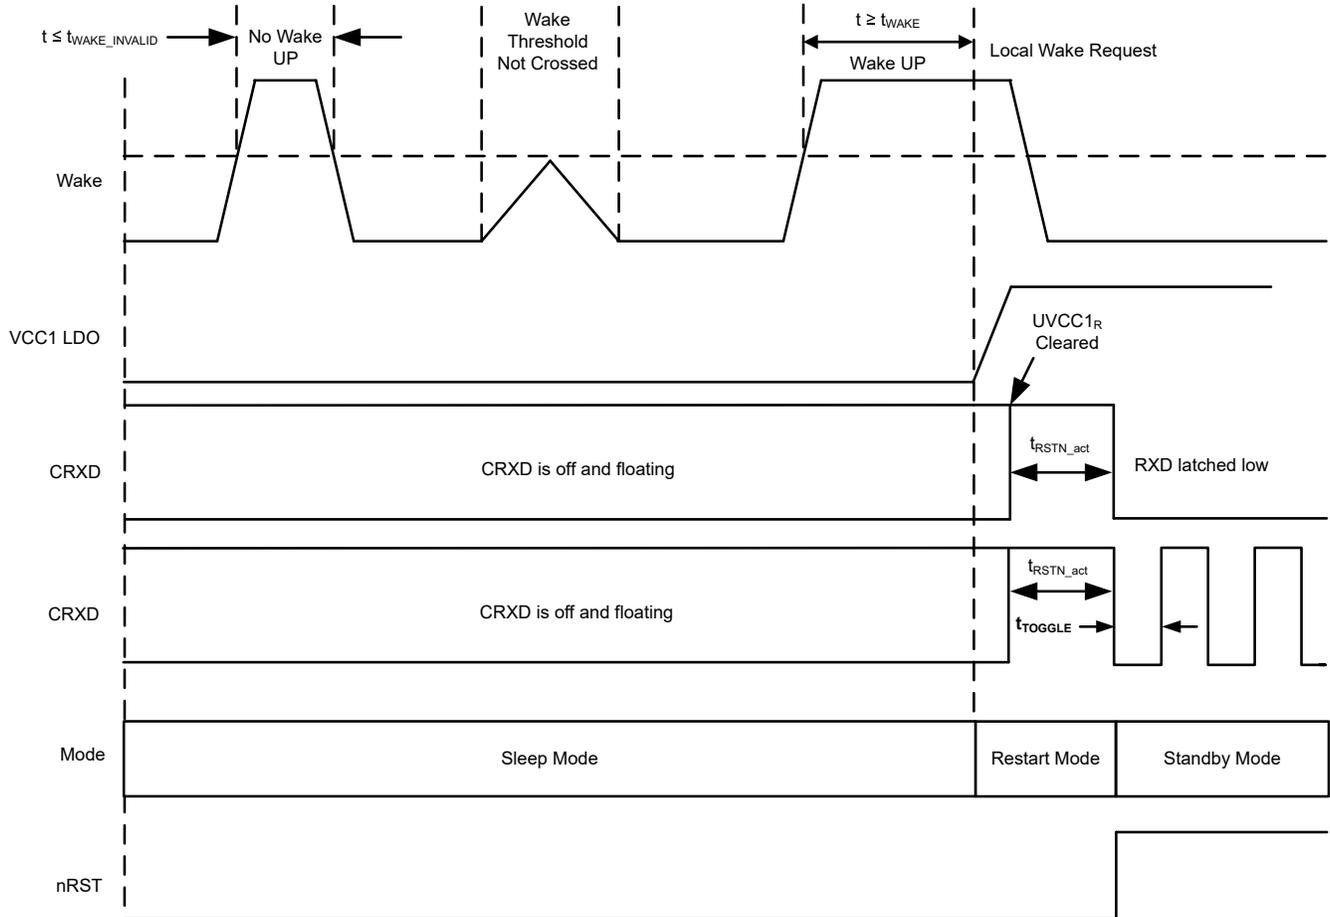
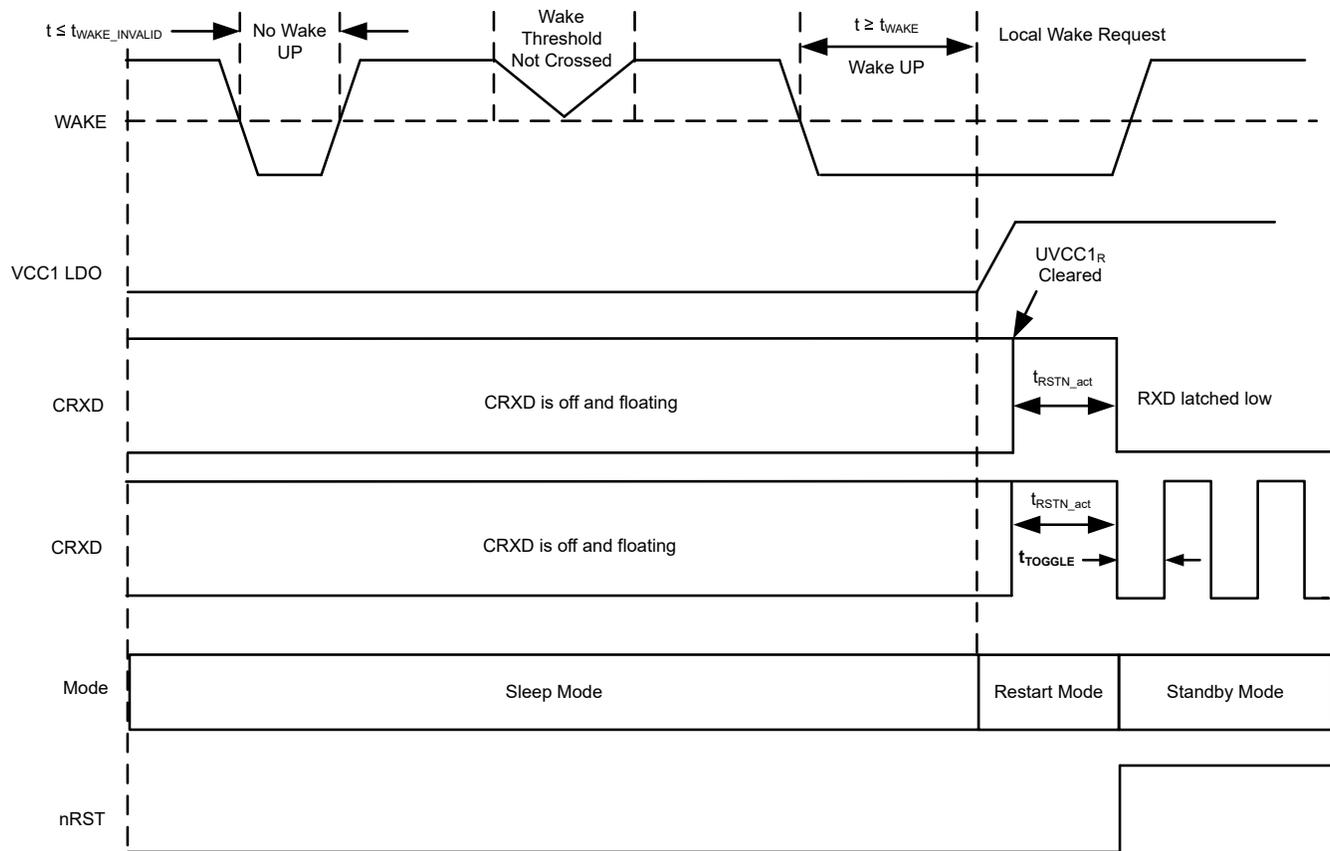

图 8-18. 本地唤醒 - 上升沿
图 8-19. 本地唤醒 - 下降沿
WAKEx 引脚默认为静态检测唤醒（WAKE\_CONFIG2、WAKE\_CONFIG4 和 WAKE\_CONFIG5 寄存器中 WAKEx\_SENSE 寄存器位的默认值）。WAKEx 引脚默认为双向输入，但可通过 WAKE\_CONFIG 寄存器 8'h11[7:6] 配置为上升沿和下降沿转换，具体请参阅图 8-18 和图 8-19。WAKE 引脚是基于接地的唤醒输入，可与开关一起连接到接地或  $V_{SUP}$ 。WAKEx 引脚输入阈值可以基于  $VCC1$  电平，从而允许直接连接到处理器或通过开关连接到  $VCC1$  电源压轨。如果不使用该端子，则将其接地，以避免不必要的寄生唤醒。在器件进入睡眠模式后，WAKEx 端子电压电平需要在  $t_{WAKE}$  时间内一直处于低电平或高电平状态，才能确定 WAKE 输入的状态转换。小于  $t_{WAKE\_INVALID}$  的脉冲宽度会被滤除。
- 图 8-18 和图 8-19 提供了上升沿或下降沿 WAKE 输入的示例。一旦  $VCC1 > UVCC1$  并且进入待机模式，RXD 会被拉至低电平。